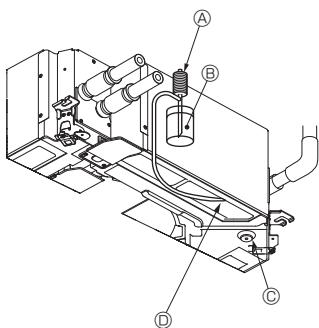

Fig. 6-8
6.4. Проверка дренажа (Fig. 6-8)